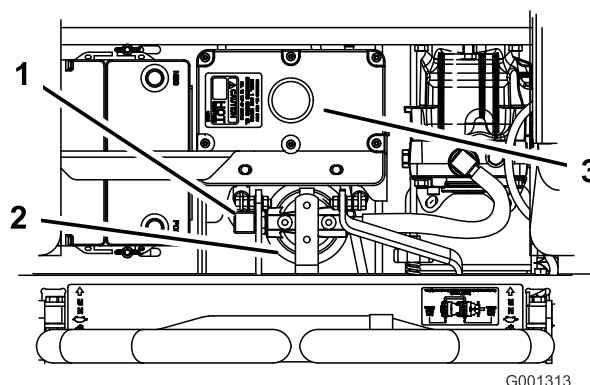

Figura 97
4. Retire el tubo hidráulico derecho a su entrada en el adaptador (Figura 97).
6. Instale el tubo hidráulico derecho en el adaptador (Figura 97).
7. Aplique una capa fina a la junta de goma del filtro nuevo (Figura 97).
9. Llene el depósito hidráulico con fluido hidráulico hasta que éste rebose por encima del filtro, gire el filtro de fluido en sentido horario hasta que la junta de goma entre en contacto con el adaptador del filtro, luego apriete el filtro media vuelta más (Figura 97).